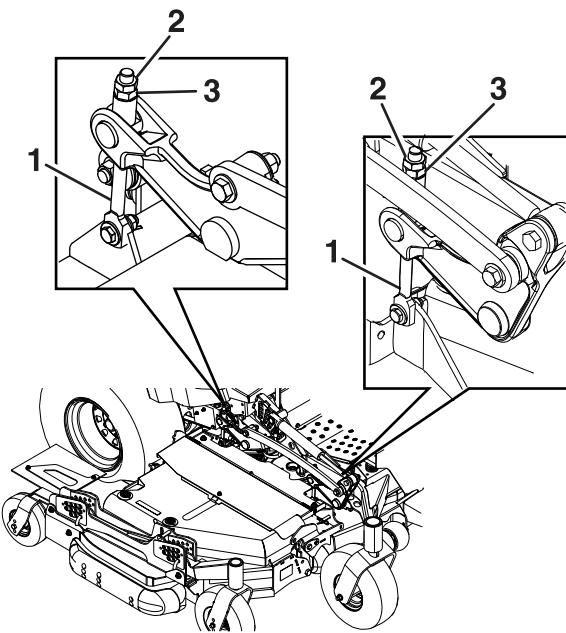

Figure 79
Desserrez les écrous de blocage au sommet de chaque dispositif de réglage du tablier. Ajustez précisément le dispositif de réglage du tablier avant en le tournant pour obtenir la hauteur correcte pour les pointes des lames avant gauche et droite du tablier central (Figure 79).
5. Si les 4 dispositifs de réglage du tablier (Figure 79) ne disposent pas d'un réglage suffisant pour produire la hauteur de coupe précise avec l'inclinaison souhaitée, vous pouvez utiliser le système monopoint pour obtenir un réglage supplémentaire.
6. Pour régler le système monopoint, commencez par desserrer les boulons de fixation des plaques de hauteur de coupe avant et arrière (Figure 79).